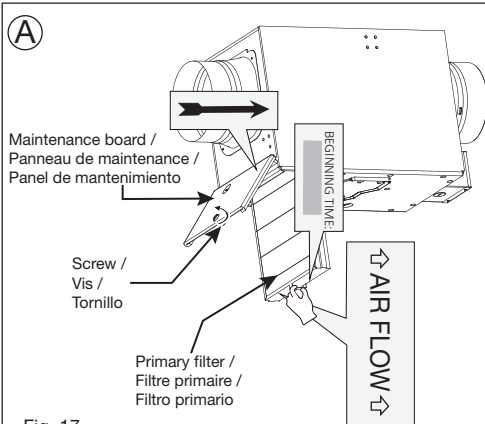
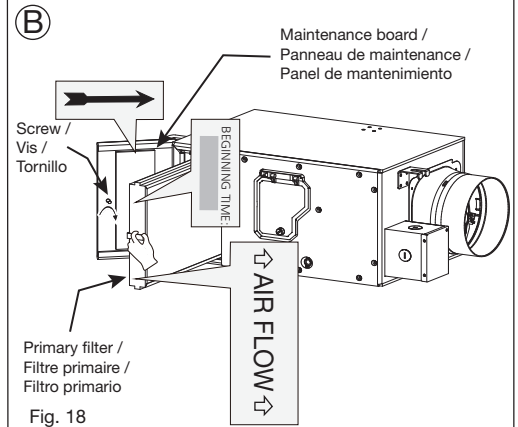

Fig. 17
Fig. 18
5. Pull out the Primary Filter and clean it with a vacuum cleaner. Replace it every 6 months (Fig. 17 and Fig. 18).
6. Install back the filters and close the maintenance board by turning the hand screw clockwise. Please make sure that the arrow direction on primary filter is the same as the "Air flow" mark on name plate (Fig. 17 and Fig. 18).
5. Retirez le filtre primaire, nettoyez-le avec un aspirateur. Remplacez-le tous les 6 mois (Fig. 17 et Fig. 18).
6. Reinstallez les filtres et vissez à la main le panneau de maintenance. Assurez-vous que le sens de la flèche sur le filtre primaire soit la même que sur le repère « Débit d'air » sur la plaque signalétique (Fig. 17 et Fig. 18).
5. Retire el filtro primario y límpielo con una aspiradora. Reemplace el filtro cada 6 meses (Fig. 17 y Fig. 18).
6. Vuelva a instalar los filtros y cierre el panel de mantenimiento, girando el tornillo manual en sentido de las manecillas del reloj. Asegúrese de que la dirección de la flecha en el filtro primario sea la misma que la marca "Flujo de aire" en la placa de identificación (Fig. 17 y Fig. 18).